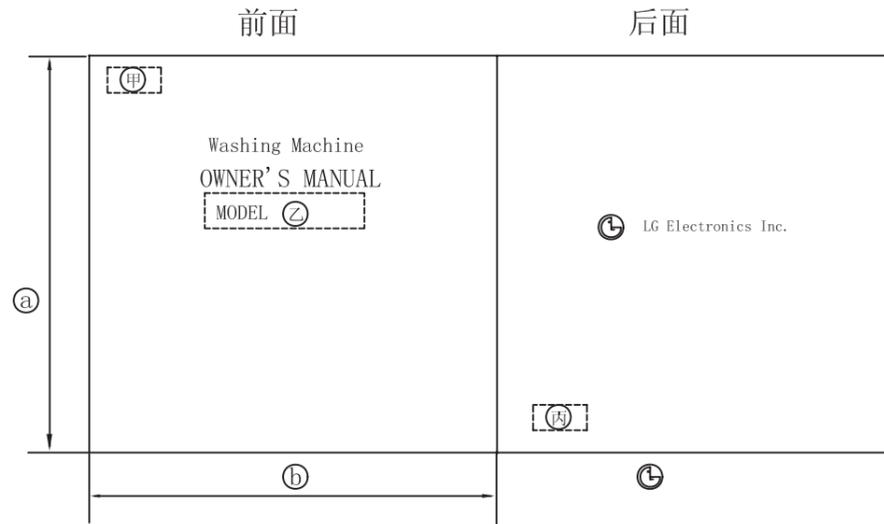

FIG. 1 (标题)
- 1) LG BRAND (FIG. 1): *表纸-1: LG RED PANTONE #207